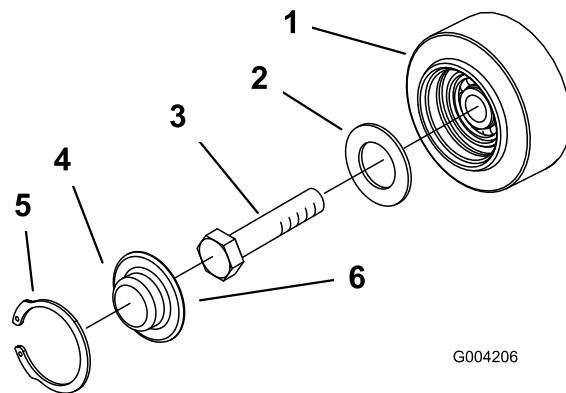

Figure 50
| 3. Déposez le circlip et le chapeau d'un galet de roulement (Figure 50). | |
4. Vérifiez la graisse sous le chapeau et autour du joint (Figure 50). Si elle est encrassée, granuleuse ou en quantité insuffisante, enlevez toute la graisse, remplacez le joint et ajoutez de la graisse neuve.